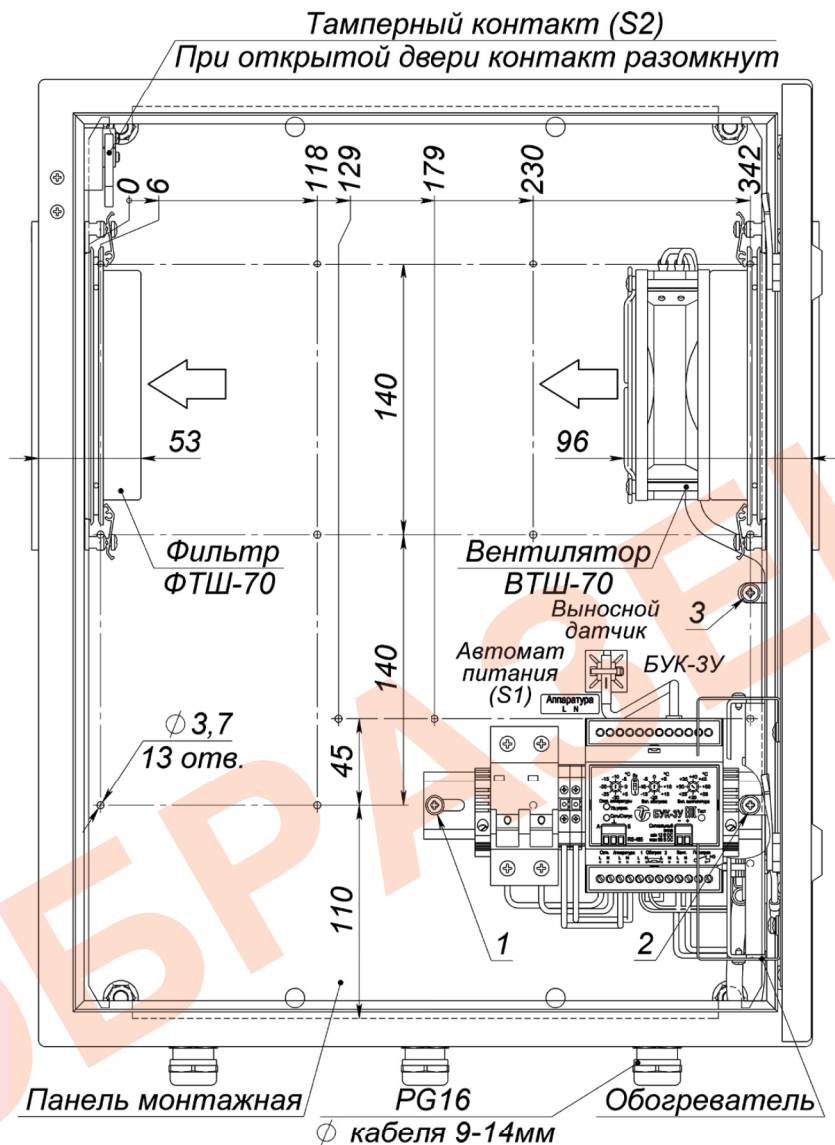

Рисунок 1 – Устройство термошкафа
Для установки в термощаф телевизионного (электронного) оборудования необходимо извлечь монтажную панель (рисунок 1) из термощафа, для чего необходимо:
3. Снять с монтажной панели DIN-рейку с установленными на ней автоматом питания S1, клеммами X1 и блоком управления климатом БУК-3У, выкрутив крепящие DIN-рейку саморезы 1 и 2 (рисунок 1).